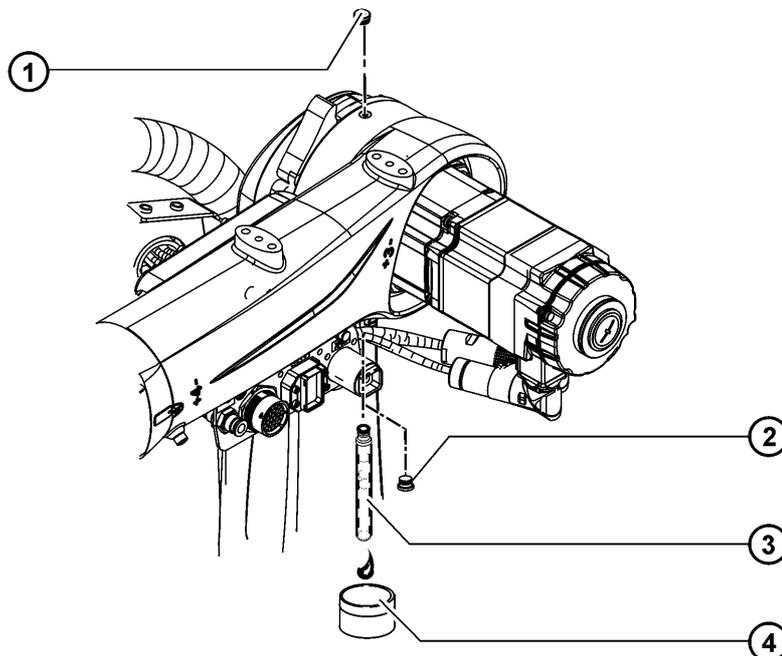

Fig. 9-6: Vider l'huile pour réducteur de l'axe 3
1. Amener le bras en position horizontale et bloquer le robot (>>> Fig. 9-6). La vidange de l'huile est facilitée si l'axe 2 est également amené dans une position d'env. -45°.